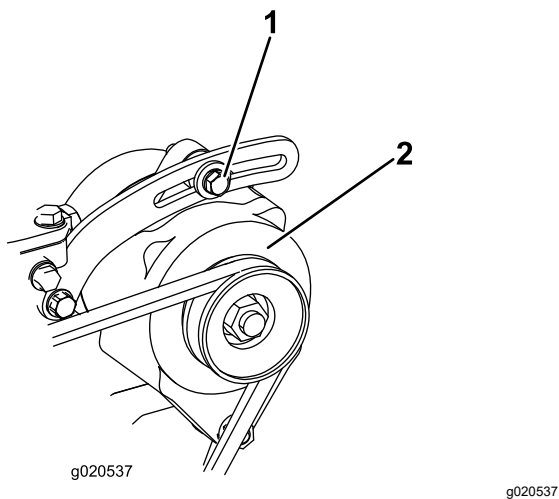

Figure 141
1. Si vous n'obtenez pas une flèche de 10 mm ($\frac{3}{8}$ po), desserrez les boulons de fixation de l'alternateur (Figure 141).